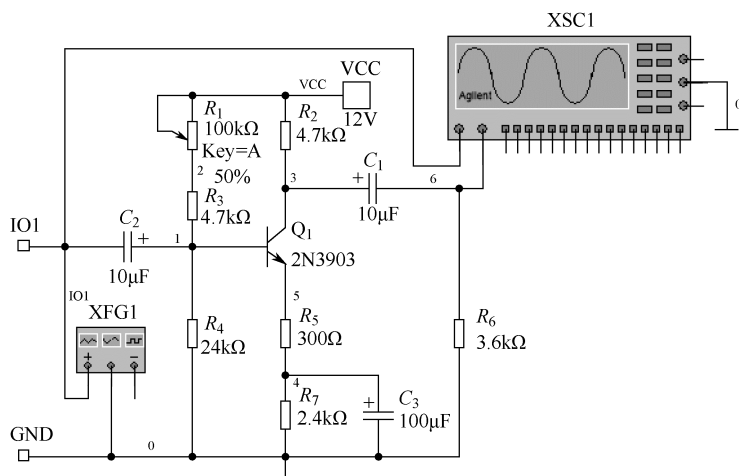

图 4.4.2 添加信号发生器和示波器
(1) 通过函数信号发生器提供输入信号，加在 IO1 端。信号参数：正弦波，频率为 1kHz，幅度为 10mV。
(2) 将示波器的两个模拟通道分别连接放大电路的输入端和输出端，选用仿安捷伦的示波器 54622D。仿安捷伦示波器图标名称为“Agilent Oscilloscope”。连接电路如图 4.4.2 所示。右键单击连线将两通道的连线设成不同颜色，便于观察时区分输入、输出信号。方法是：右键单击连线，在快捷菜单中选择“Segment color”选项，在弹出的对话框中选择一种颜色。